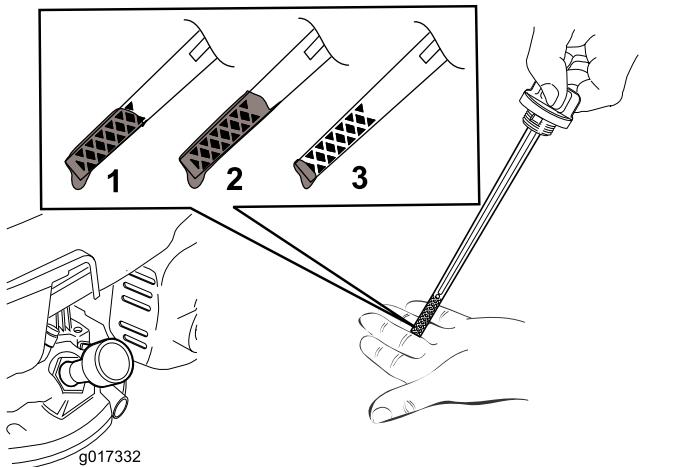

図 20
**注** ディップスティックで量を確認しながら 図 20 に示される適正量までオイルを入れる。オイルを入れすぎてしまった場合には、5に従って余分なオイルを抜き取ってください。